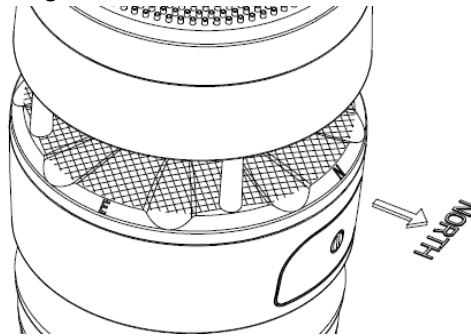

Abbildung 5: Nordausrichtung
3. Es gibt ein Pfeilsymbol mit der Aufschrift "N" (Abbildung 5), das die Nordrichtung angibt. Das Sensorgehäuse muss so eingestellt werden, dass die "N"-Anzeige auf